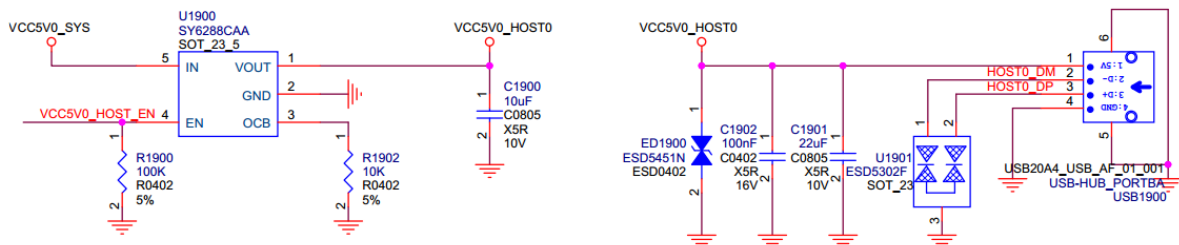
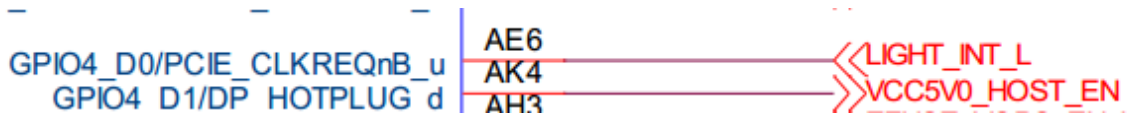

图 2-2 USB 2.0 Host VBUS控制电路和接口电路
图 2-3 USB 2.0 Host VBUS GPIO 控制脚
2. USB 2.0 Host VBUS 的控制电路和接口电路如图 2-2 和图 2-3 所示